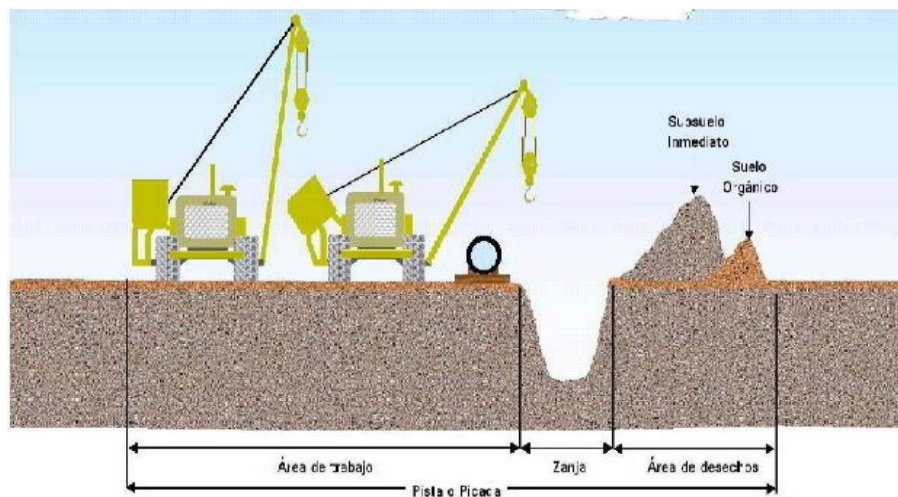

FIGURA 2 – ÁREA DE TRABAJO Y DE DESECHOS
- La remoción del material superior con contenido orgánico (mantillo) se efectuará manualmente o con retroexcavadora. El material se colocará en el costado más alejado de la zanja, para su utilización posterior en el tapado. Ver Figura 2 del Anexo.
- El periodo de “Zanja abierta” debe ser el menor tiempo posible, no debiendo superar los diez (10) días calendarios.